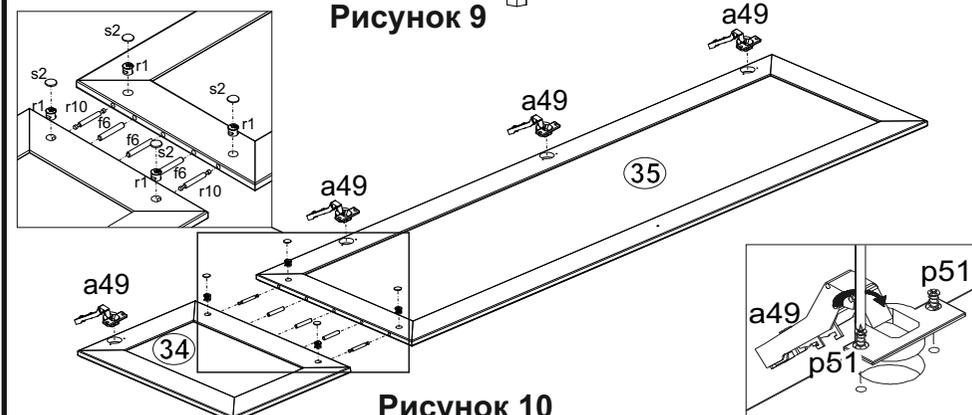

Рисунок 10
22. Положить двери 32, 33 фасадной поверхностью вниз на ровную поверхность и закрепить на ней петли шарнирные a44 шурупами p51 (см. рис. 10).
23. Положить щиты дверей 34 и 35 фасадной поверхностью вниз на ровную поверхность. Соединить детали 34 и 35 с помощью шкантов f6, винтов стяжки r10 и стяжками r1 (стяжки r1 закрыть заглушками s2). На дверях закрепить петли шарнирные a49 шурупами p51 (см. рис. 10).